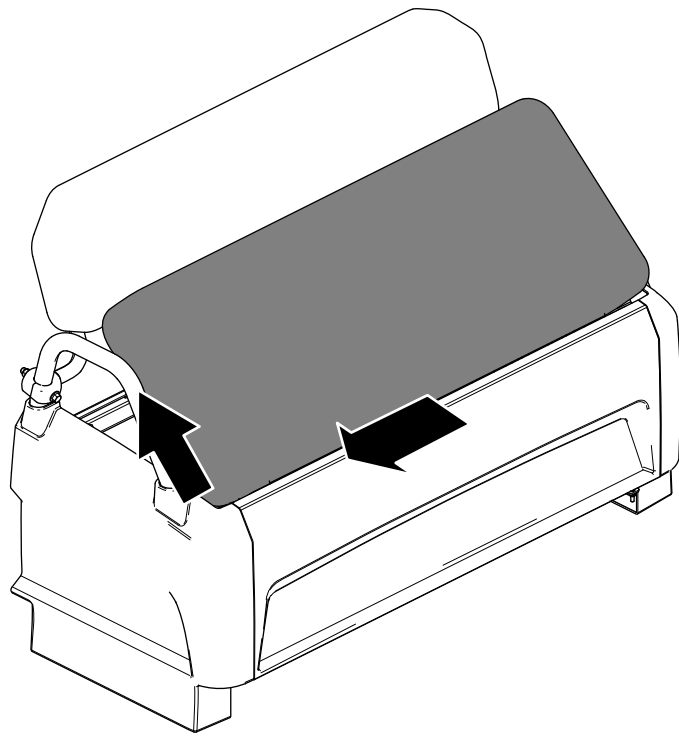

Figura 32
2. Deslice el cojín hacia el lado, hasta desengancharlo de los pasadores y levante el cojín hacia arriba (Figura 32).